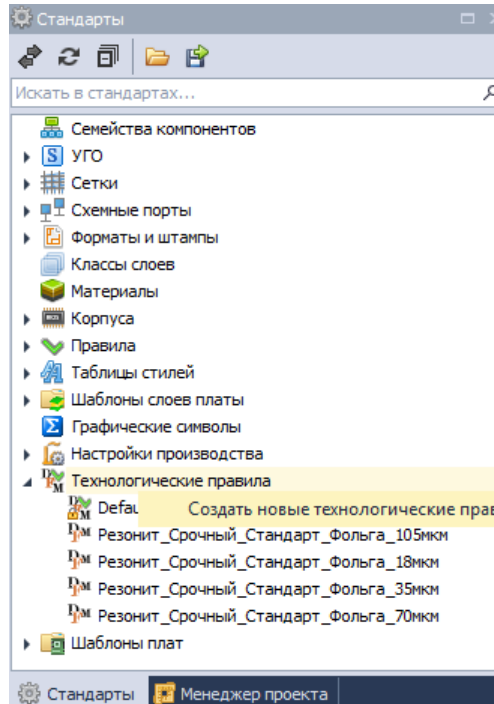

Рис. 457 Создание новых технологических правил
1. В панели «Стандарты» с узла «Технологические правила» вызвать контекстное меню и выбрать пункт «Создать новые технологические правила», см. Рис. 457.